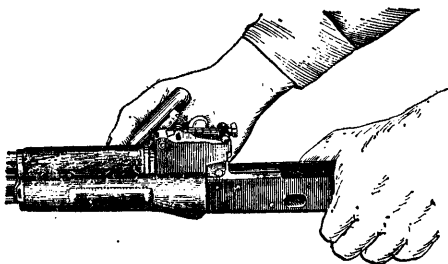

Рис. 9. Поворот замыкателя газовой трубки с помощью пенала принадлежности
8) **Отделить газовую трубку со ствольной накладкой.** Удерживая автомат левой рукой, правой рукой надеть пенал принадлежности прямоугольным отверстием на выступ замыкателя газовой трубки, повернуть замыкатель от себя до вертикального положения (рис. 9) и снять газовую трубку с патрубком газовой камеры.